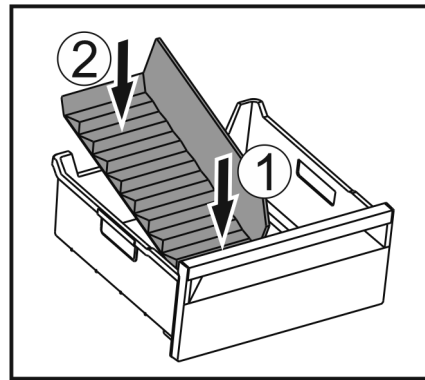

Fig. 135
- Vorderen Teil des Eisfach-Trenners einsetzen. Fig. 135 (1)
- Hinteren Teil des Eisfach-Trenners bis zum Schubfachboden absenken. Fig. 135 (2)